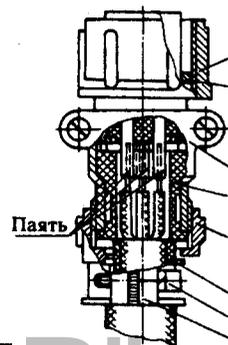

Рис.3. Подсоединение электрического кабеля к прибору с соединителем
- 1) отвернуть гайку 5 (рис.3) в розетке соединителя, разобрать патрубок 7;